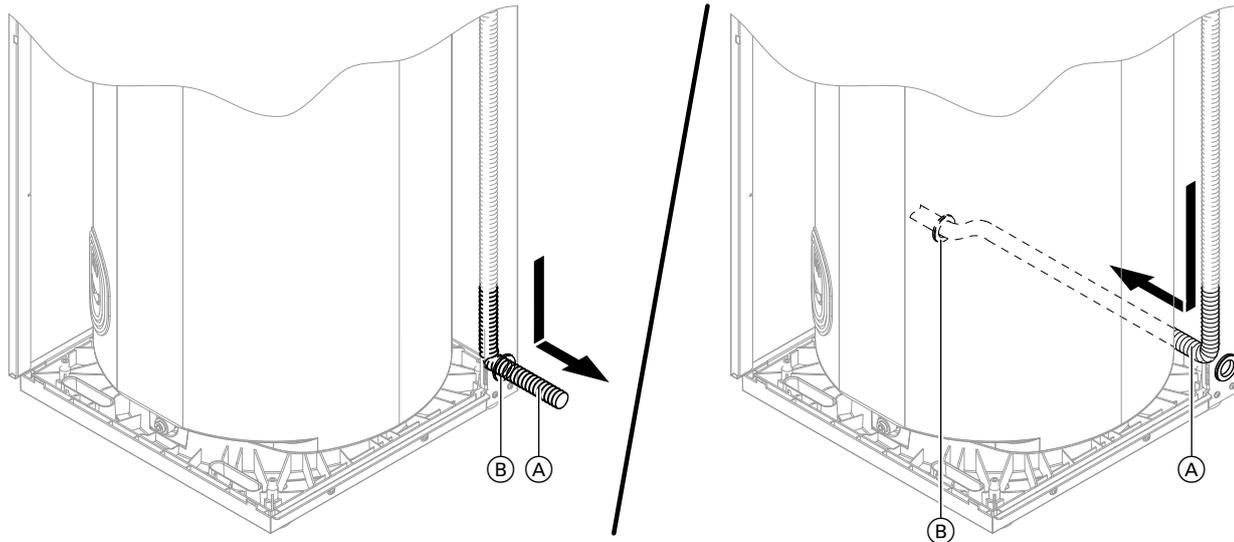

Abb. 26
- Der dehnbare Ablaufschlauch (A) kann je nach Einbausituation entweder nach links oder rechts über die Tülle (B) aus dem Gerät geführt werden: Siehe Abb. 26.